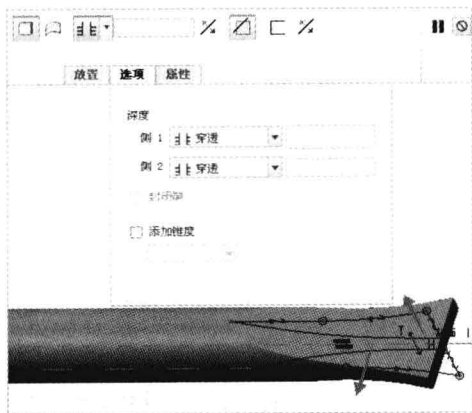

图 15-36 设置类型为“穿透”
Step 14 单击“移除材料”按钮,再单击“选项”按钮,弹出“选项”下滑面板,设置“侧 1”和“侧 2”的类型为“穿透”,如图 15-36 所示。